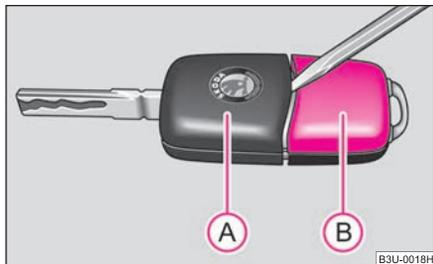

Abb. 19 Schlüssel mit Funk-Fernbedienung trennen
Jeder Funk-Schlüssel enthält eine Batterie, die im Deckel (B) des Sendergehäuses untergebracht ist ⇒ Abb. 19. Wir empfehlen Ihnen, die Schlüsselbatterie von einem Škoda Servicepartner wechseln zu lassen. Falls Sie jedoch die verbrauchte Batterie selbst wechseln wollen, gehen Sie wie folgt vor:
- Hebeln Sie das Schlüsselteil (A) ⇒ Abb. 19 vorsichtig mit einem Schraubendreher vom Sendergehäuse (B) ab.